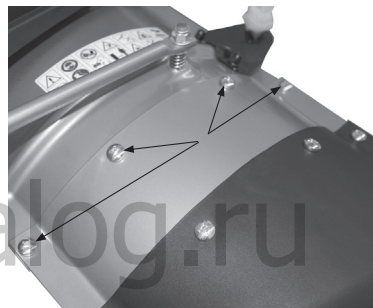

Рис. 7
4. **Установка брызговиков.** Установите левый и правый брызговик используя крепежные элементы закрепленные на брызговиках (Рис.7).